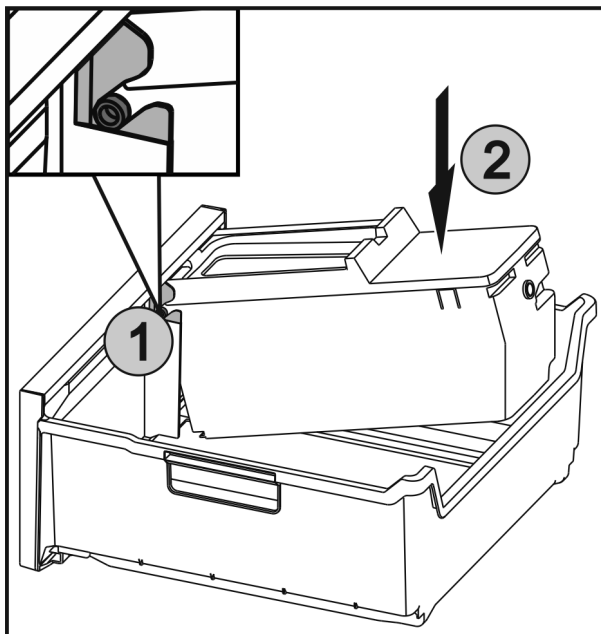

Fig. 49
- ▶ Osie Fig. 49 (1) na EasyTwist-Ice wsunąć w prowadnicę, a tylną stronę wcisnąć, Fig. 49 (2) aż nakładka się zazębi.